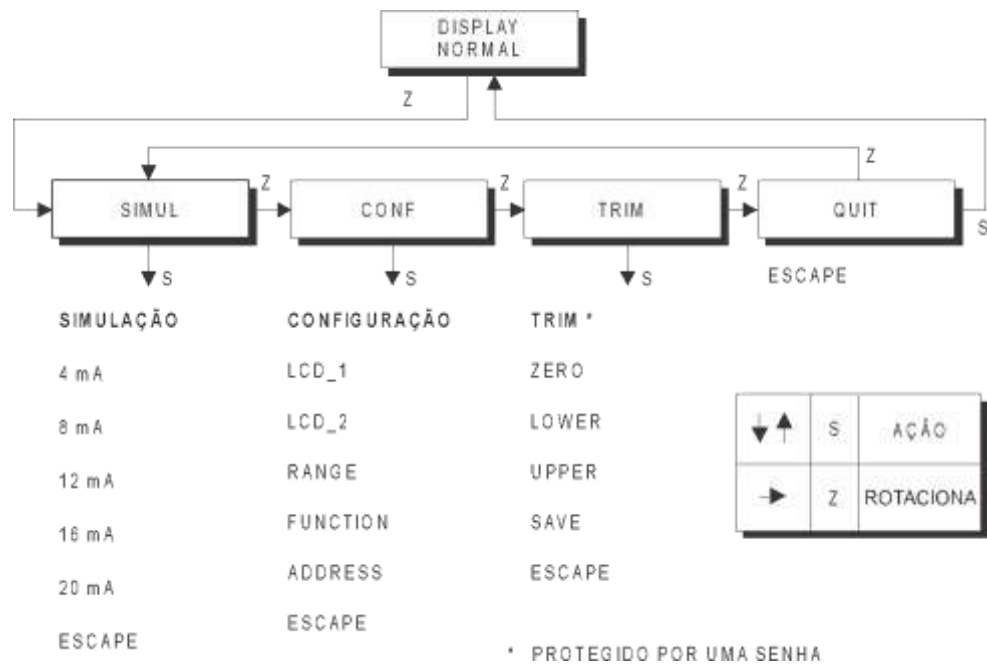

Figura 4.2 – Árvore de Programação Via Ajuste Local – Menu Principal
- 2 - Para alcançar a opção desejada, rotacione entre as opções e aguarde o display mostrá-la. Mova a chave de fenda magnética de (**Z**) para (**S**). Veja a Figura 4.2 – Árvore de Programação Via Ajuste Local para conhecer o caminho das opções. Ao Voltar a chave de fenda magnética para (**Z**) é possível rotacionar entre as novas opções, só que dentro deste novo ramo.
O ajuste local utiliza uma estrutura em árvore sendo que a atuação na chave magnética (Z) permite a rotação entre as opções de um ramo e a atuação na outra (S), detalha a opção selecionada. A Figura 4.2 mostra as opções disponíveis no LD291.